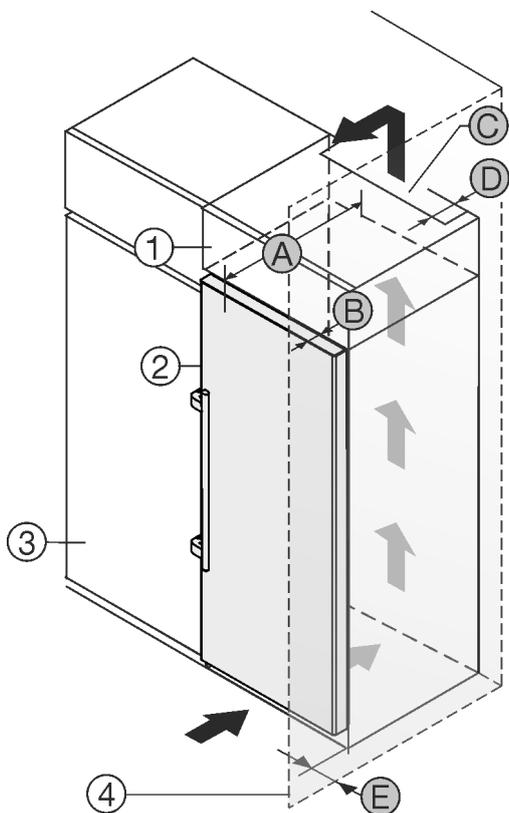

Fig. 1
- (1) Rehausse
- (2) Appareil
- (3) Placard de cuisine
- (4) Mur
- (A) Profondeur de l'appareil
- (B) Profondeur de porte
- (C) Section de ventilation
- (D) Distance du dos de l'appareil
- (E) Distance par rapport au côté de l'appareil
Vous pouvez placer le réfrigérateur directement à côté de l'armoire de cuisine Fig. 1 (3).
Une sortie d'air avec la profondeur Fig. 1 (D) doit être présente au dos de la rehausse sur toute sa largeur.
La section de ventilation Fig. 1 (C) sous plafond doit être respectée.
Si le réfrigérateur est installé avec les charnières près d'une paroi Fig. 1 (4), la distance entre le réfrigérateur et la paroi doit être d'au moins 57 mm. Cela correspond au dépassement de la poignée lorsque la porte est ouverte.
Pour pouvoir ouvrir complètement les portes, le réfrigérateur doit dépasser de la profondeur de la porte Fig. 1 (B) par rapport à la façade du placard. L'appareil peut déborder encore plus en fonction de la profondeur des placards Fig. 1 (3) et de l'utilisation de cales d'épaisseur.